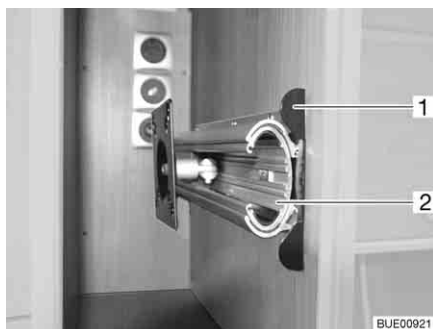

Fig. 89 Supporto nel mobiletto porta TV
- Premere verso l'interno il listello di sblocco (Fig. 89,1).
- Estrarre interamente la base estraibile (Fig. 89,2).
- Inserire la base estraibile Fig. 89,2), finché il listello di sblocco (Fig. 89,1) non si arresta a scatto.